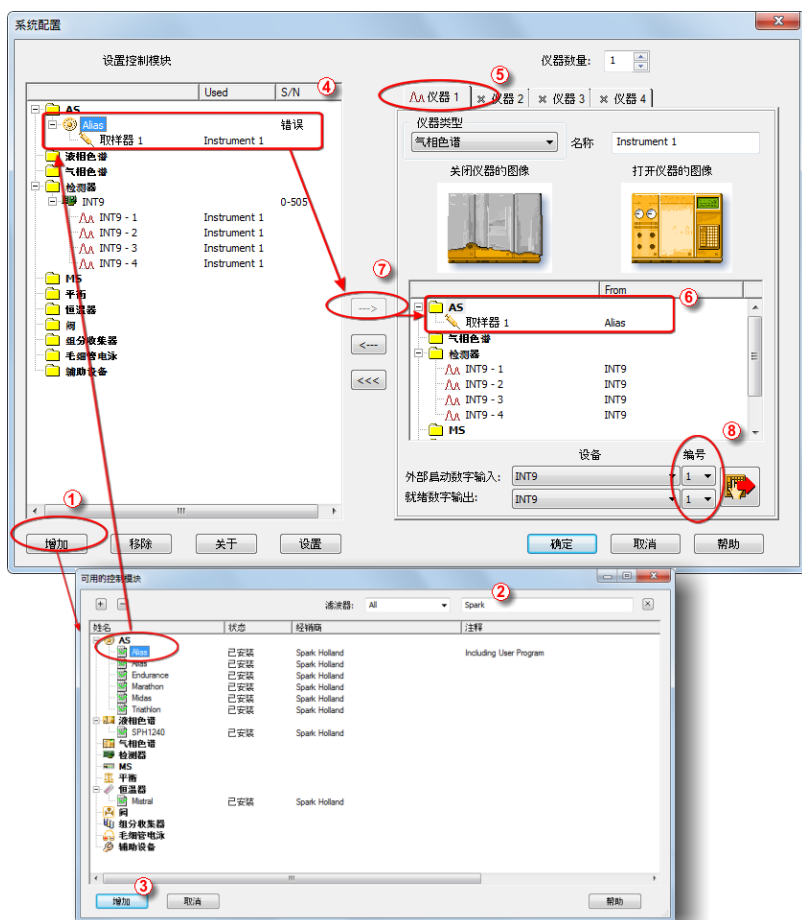

图4: 系统设置
- 点击 **增加** 按钮①(见第6页图4) 打开 **可用的控制模块** 对话框。
- 您可以设置查找过滤器②, 轻松查找所需的驱动。
- 选择 **Alias** 进样器并点击 **增加**③按钮。